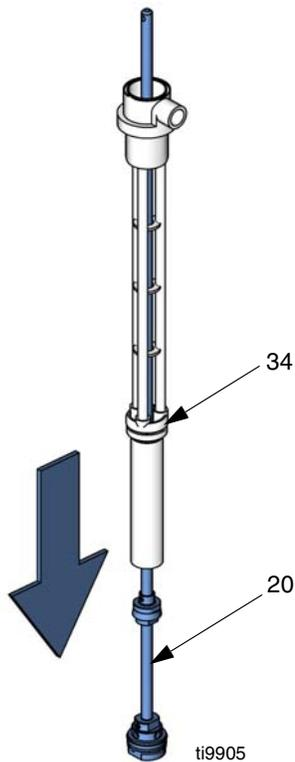

FIG. 20
7. Tire del eje de transferencia (20) fuera del fondo del cuerpo de la bomba (34). Vea FIG. 20.